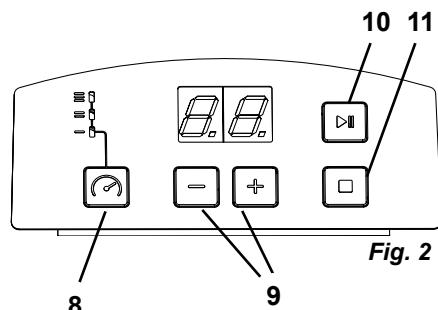

Fig. 2
⇒ Ajuste el tiempo de limpieza mediante las teclas + / - (9, Fig. 2) entre 0 y 30 min.
⇒ Seleccionar/ajustar la intensidad con la tecla de selección (8, Fig. 2)
⇒ Inicie el proceso de limpieza mediante la tecla de inicio / pausa (10, Fig. 2).
- Pulse la tecla de parada , (11, Fig. 2) para finalizar el proceso de limpieza antes de transcurrir el tiempo de limpieza ajustado.
⇒ Finalice el proceso de limpieza pulsando la tecla de parada (11, Fig. 2).